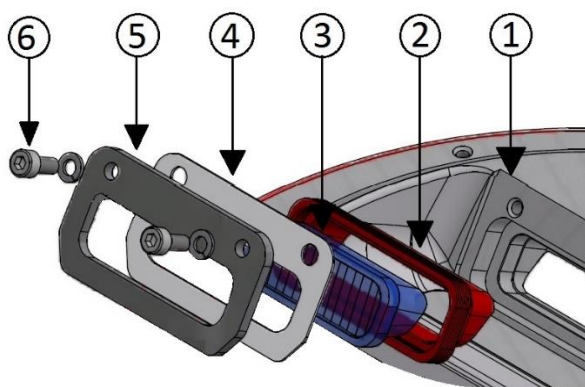

Figure 28 – Joints du prisme
- joints du prisme montés entre le couvercle et le prisme (Figure 28- n°2).